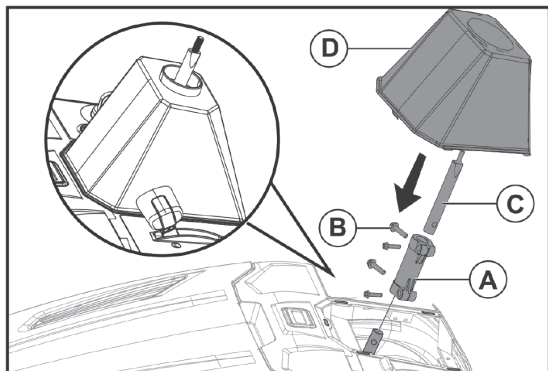
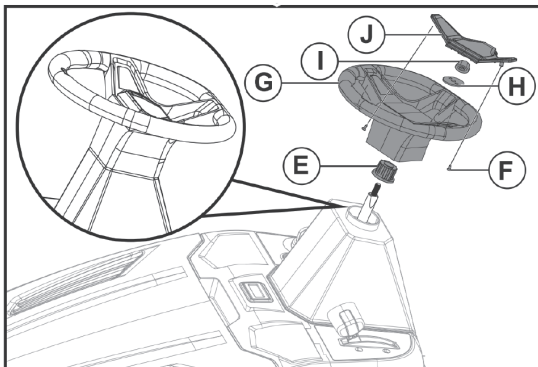

Рис. 8.1
Рис. 8.2
Установка рулевой колонки (Рис. 8.1 и Рис. 8.2).
2. Вставьте удлинитель рулевого механизма (Поз. С, Рис. 8.1) в центр крепежной втулки (Поз. А). Надежно закрепите втулку с удлинителем четырьмя болтами с шестигранными головками М8.
4. На рулевой вал (С) установите ограничительную втулку со шлицами (Поз. D, Рис. 8.2).
5. Совместите рулевое колесо (G) с рулевым валом (C), сдвигайте его вниз по валу до тех пор, пока оно не встанет на шлицы втулки (E), и закрепите рулевое колесо гайкой M12 (I), предварительно установив на вал (C) шайбу (H). Усилие затяжки гайки 24Нм.
7. Закрепите накладку (J) на рулевом колесе (G) с помощью двух болтов (F).